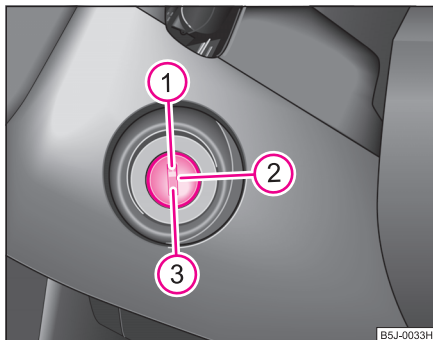

Fig. 100 Pozițiile cheii în contact
- Motorul se oprește prin rotirea cheii în contact în poziția ① ⇒ pagina 111, fig. 100.